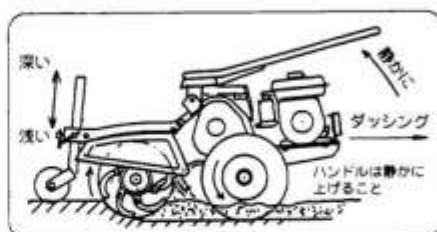

図29
- ① 前輪の上下によって作業深さが変わります。
- ② ロータリー側を下げる時はハンドルを静かに上げてください。硬い圃場で急にハンドルを上げるとロータリー爪の反力で機体が押戻されけがをする恐れがあります。(図29)